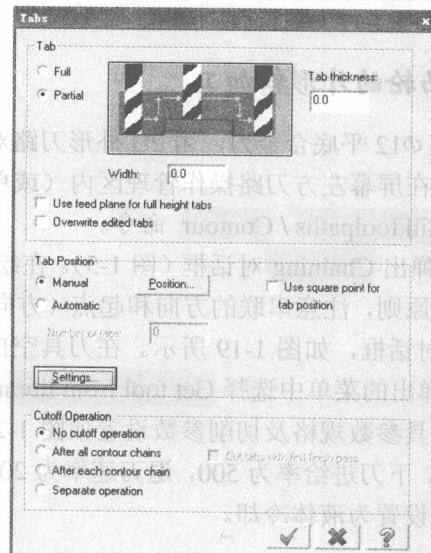

图 1-16 跳格对话框
(10) 点选 Tabs..., 设置跳格参数, 如图 1-16 所示。跳格设置可以按设置的区域, 对整个加工深度不加工, 或者留出设定的跳格厚度不加工。对于工件四周安有夹具的位置可以跳起, 以避免与工装夹具发生碰撞。各参数意义如下。